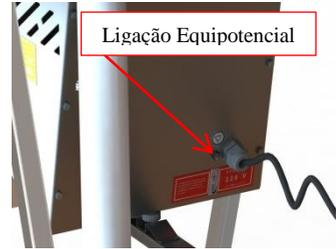

Fig. 1 - Ligação equipotencial
Para a instalação do Descascador, recomenda-se colocar junto a uma entrada de esgoto para escoamento de água e detritos (Fig. 1, nº 07). Também é necessário que durante o funcionamento seja utilizada água corrente a fim de diminuir a rigidez da casca e transportar os resíduos. Para isso conectar uma mangueira 1/2" no niple de CONEXÃO MANGUEIRA DA ÁGUA (Fig. 1, Nº20), conforme indicado na figura ao lado.
O DISCO ABRASIVO (Fig. 1, nº 21 e 22) possui um sistema de travamento tipo “rabo de andorinha”. Portanto no momento de funcionamento e basculação do equipamento, o disco travará automaticamente. Quando desejar retirar o DISCO para lavagem do equipamento, gire-o no sentido anti-horário e puxe para cima.
2. Posicione a *CHAVE GERAL* (Fig. 1, nº 27) na posição Liga;
3. Pressione a *CHAVE LIGA/ DESLIGA* (Fig. 1, nº 24) para a posição “I”.
1. Antes de utilizar o equipamento, devem-se lavar todas as partes que entram em contato com o produto a ser processado, com água e sabão neutro (leia o item 2.3);
2. Retire a *TAMPA DO GABINETE* (Fig. 1, nº 23);